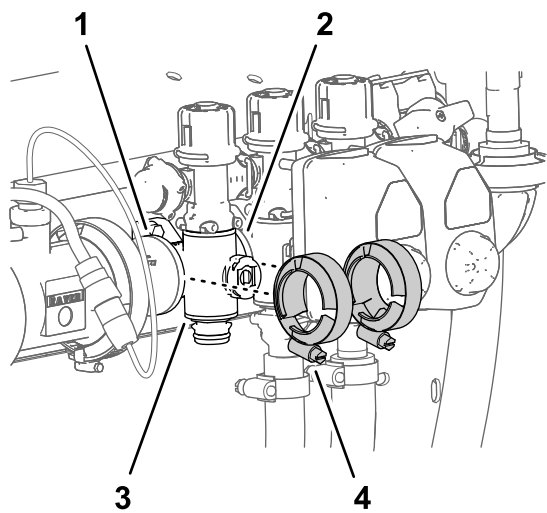

Figura 119
4. Montate, senza serrare, i morsetti flangiati rimossi in Montaggio della valvola del collettore della sezione \(pagina 87\) sulle flange del collettore della valvola della sezione e sulle flange dell'altra o delle altre valvole delle sezioni e/o dell'adattatore di accoppiamento (Figura 119).
7. Serrate i 2 morsetti flangiati manualmente (Figura 119).